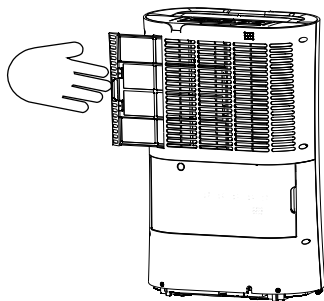

Fig. 6
3. Fjern prefilteret (12) og kullfilteret (14) og skyv dem ut fra innløpsristen (7) (fig.6). Fjern støv fra pre-filteret (12) med en myk børste. Ved vedvarende skitt, gjenta rengjøringsprosessen. Fjern støv fra kullfilteret med en myk børste, men ikke vask det. Skift ut filterne etter rengjøring. Installer kullfilteret (14) i den sentrale delen av forfilteret (12) ved hjelp av de installerte krokene. Rengjør hver 2-3 uke. Hvis det oppdages mekanisk skade, skift ut filterne.